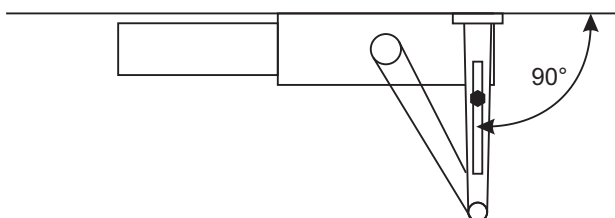

Рисунок 6
3. Закрепите болтом из комплекта крепежа нерегулируемую часть рычага на теле доводчика. Далее закрепите тело доводчика шурупами (или винтами) из комплекта крепежа. Закрепите регулируемую часть рычага шурупами (или винтами) из комплекта. Выберите длину регулируемого рычага таким образом, чтобы после соединения, регулируемая часть была перпендикулярна дверной коробке и зафиксируйте рычаг винтом (рисунок 6). Зафиксируйте обе части рычага винтом.